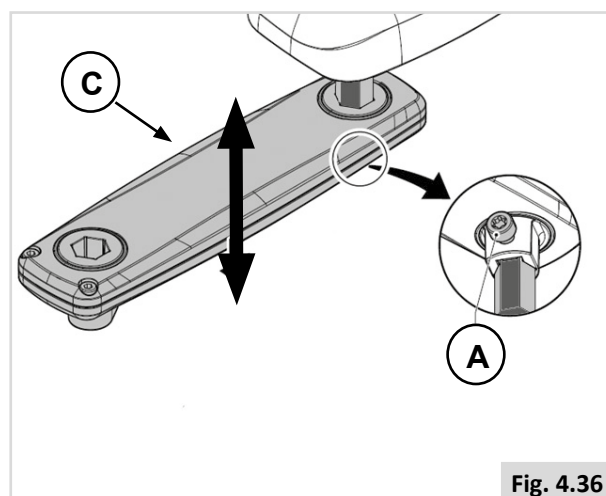

Fig. 4.36
Pré-ajuste da altura do controlador (1), (Fig. 4.36).
1. Desaperte (A).
2. Faça deslizar (C) para a posição pretendida.
3. Aperte (A).